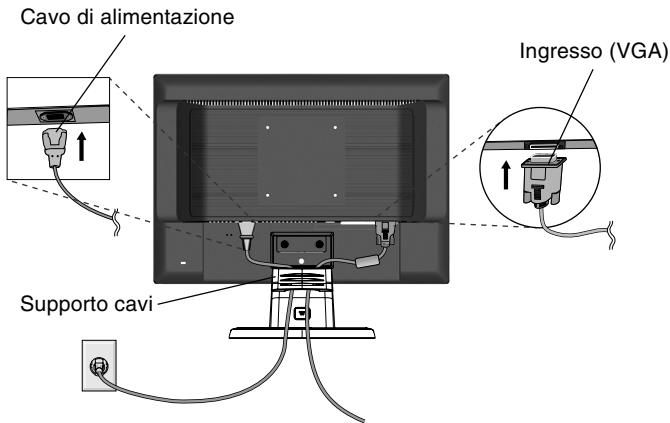

Figura B.1
3. Collegare un'estremità del cavo di alimentazione al monitor e l'altra estremità alla presa di alimentazione. Utilizzare il supporto cavi per tenere uniti il cavo segnali video e il cavo di alimentazione (**Figura B.1**).
Fissare il supporto cavi alla base. Inserire i ganci del supporto cavi nei fori sulla parte posteriore del supporto e far scivolare il supporto cavi verso il basso per posizionarlo correttamente (**Figura B.1**).